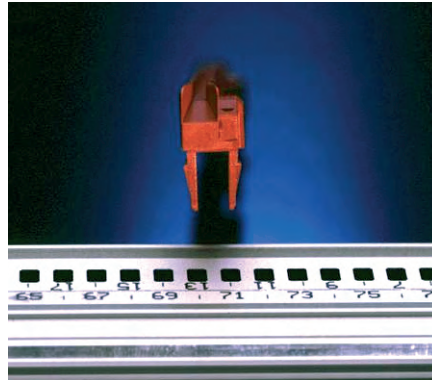

Рис. 11. Направляющая. Вид спереди
*Пластиковые направляющие крепятся на рельсах при помощи лепестков-защёлок (рис. 11). Для большинства применений этого достаточно, но имеется возможность усилить крепление при помощи 2,5 мм винтов-саморезов 4 (рис. 5). Такое крепление возмож-*